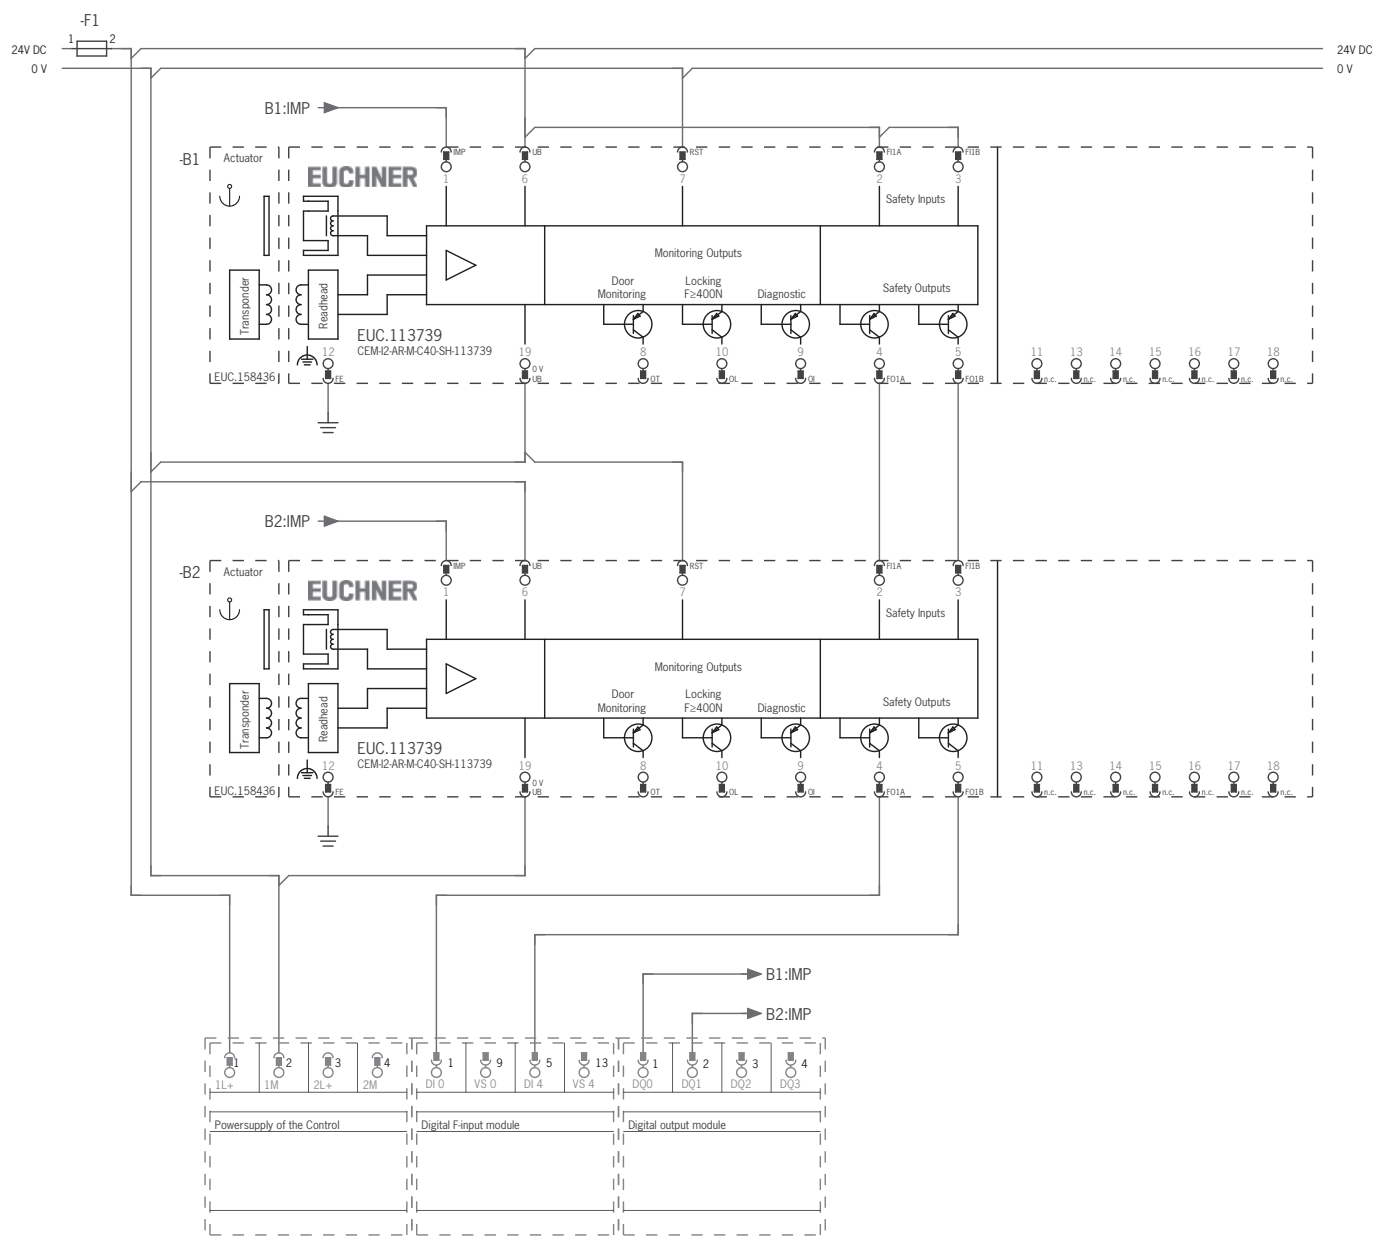

Fig. 6: Ejemplo de conexión para el funcionamiento en una cadena de interruptores CEM-AR
- Debe utilizarse una señal común para todos los interruptores de la cadena. Puede tratarse de un conmutador, pero también se puede utilizar la salida de un sistema de control. No deben utilizarse pulsadores, ya que el restablecimiento (reset) debe estar siempre conectado a GND durante el funcionamiento (véase el interruptor S11 en la Fig. 6 en la página 18).
Para que esto sea posible, la entrada RST debe conectarse como se muestra en la *Fig. 6 en la página 18*.